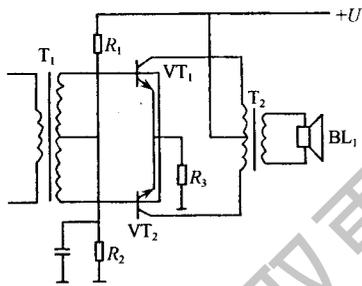

图 1-30 干扰检查法示例 1
③ 干扰检查法最好从后级向前级干扰检查,当然也可以从前级向后级干扰,但这样不符合检查习惯。
④ 当两个干扰点之间存在衰减或放大环节,但是衰减和放大的量又不大时,扬声器响声大小的变化量也不大,听感不灵敏,容易误判、漏判,此时要用其他方法解决。
⑤ 当所检查的电路中存在放大环节时,干扰前级应比干扰后级的响声大;当存在衰减环节时,则干扰后级比前级要响。分别干扰耦合电容的两根引脚时,应该一样响。
⑥ 对于共发射极放大器电路,干扰基极时的响声应比干扰集电极时的响;对共集电极放大器电路,干扰基极时应比干扰发射极时的响,干扰集电极时无响声是正常的。要分清这两种放大器电路之间的这一不同点。
⑦ 干扰低放电路时,音量电位器动片位置不影响扬声器的响声大小,但干扰音量电位器动片或低放电路输入端耦合电容的两根引脚时,电位器应该开大,不能关死,记住这一点,以免误判。
⑧ 干扰如图 1-30 所示推挽功率放大器电路晶体管基极时,只要电路中有一只晶体管能够工作正常,扬声器中就会有响声出现,由于响声只是比两只晶体管都工作轻一些,凭耳朵听很难发现声音轻一点